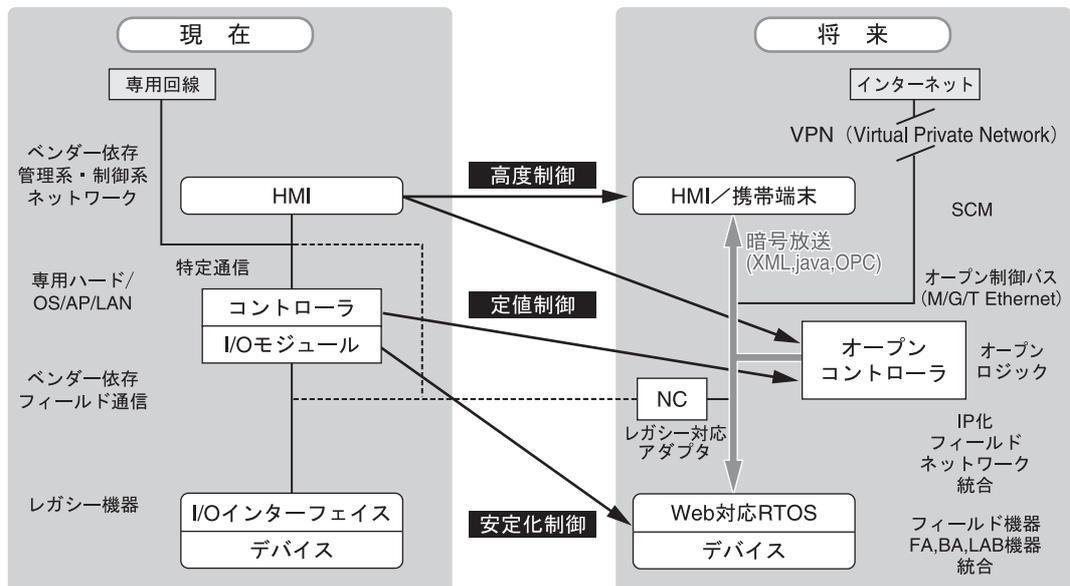

図5 DCSのインターネット化のイメージ
**酒井** 日本電気計測器工業会では、少し前頃から計測機器の分野でも積極的にインターネットを活用するように考えてきています。その基本は、工場内部ではイントラで、社外や遠隔地の事業所との間はインターネットで結んでデジタル・コントロール・システム(DCS)を構築しようというものです(図5)。ここでは、インターネットにつなぐことによって、プラントのトレンドが外部からもリアルタイム見えるのが最大のメリットです。サービス機能もオープン化され、アウトソーシングが可能になります。ただ、大量のデータを扱うと同時に、リアルタイム性を実現するための高速通信に対する技術的問題やセキュリティの問題など、課題も多く残されています。